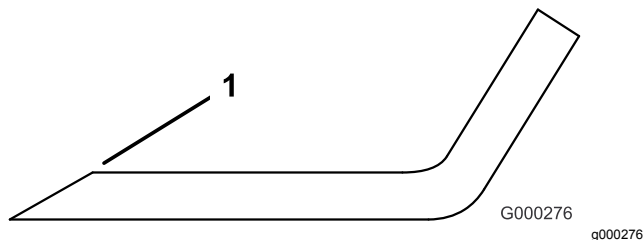

Figure 95
1. Au moyen d'une lime, aiguissez les tranchants à chaque bout de la lame (Figure 95).